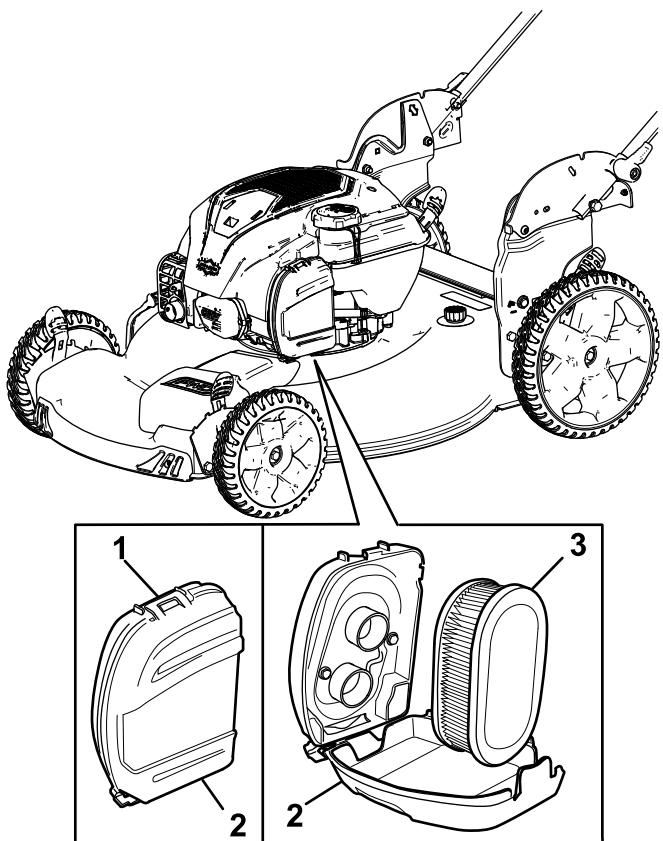

図 25
- エアフィルタカバー上部のクリップを外す図 25。
- エアフィルタを取り外す(図 25)。